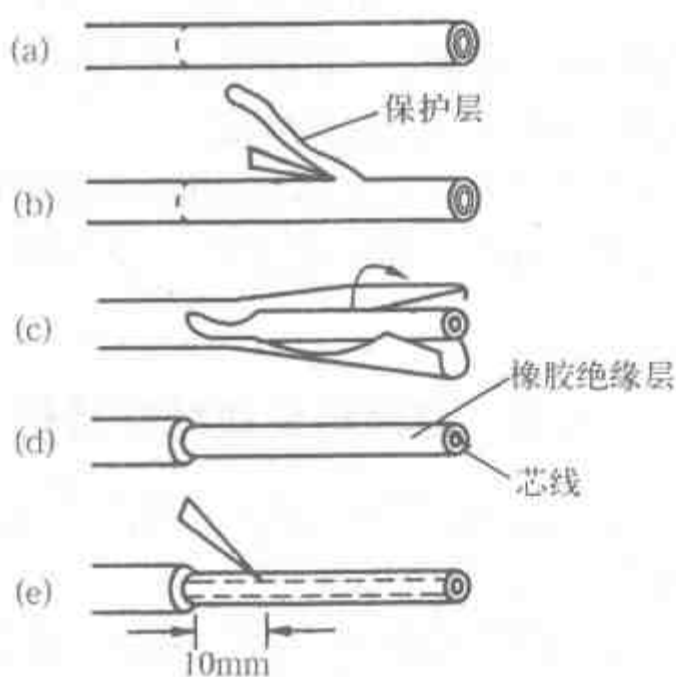

图 2-3 皮线绝缘层的剖削
(1) 在皮线线头的最外层用电工刀割破一圈，如图 2-3 (a) 所示。
(2) 削去一条保护层，如图 2-3 (b) 所示。
(3) 将剩下的保护层剥割去，如图 2-3 (c) 所示。
(4) 露出橡胶绝缘层，如图 2-3 (d) 所示。
(5) 在距离保护层约 10mm 处，用电工刀以 45°角斜切入橡胶绝缘层，并按塑料硬线的剖削方法剥去橡胶绝缘层，如图 2-3 (e) 所示。